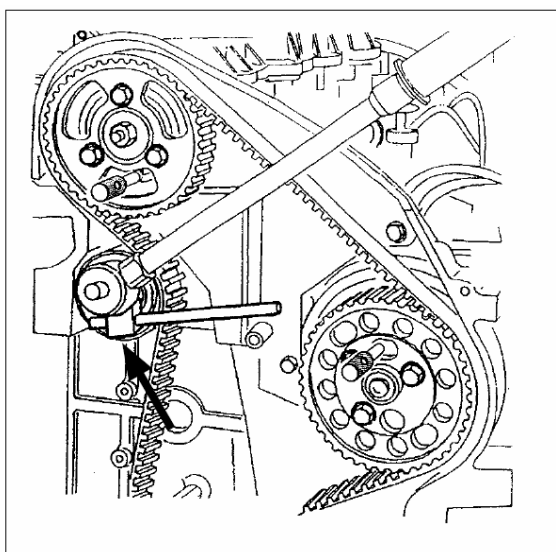

Fig. 2
- Detta verktyg behövs för att kunna vrida spännaren samt hålla den på plats när man spänner åt centrumbulten (23 Nm) (Fig. 2).